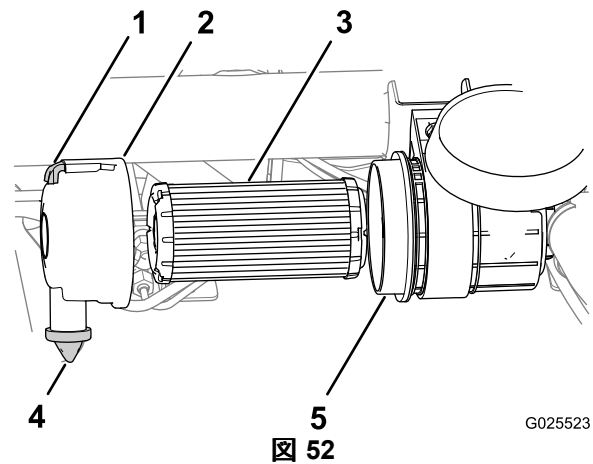

図 52
1. ラッチを引いて外し、カバーを左にひねってボディーからはずす 図 52。
3. エアフィルタをハウジングから外す 図 52。
4. エアフィルタのカバーとハウジングの内部をきれいに拭く 図 52。
5. カバーについているゴム製のダストバルブを取り外す 図 52。